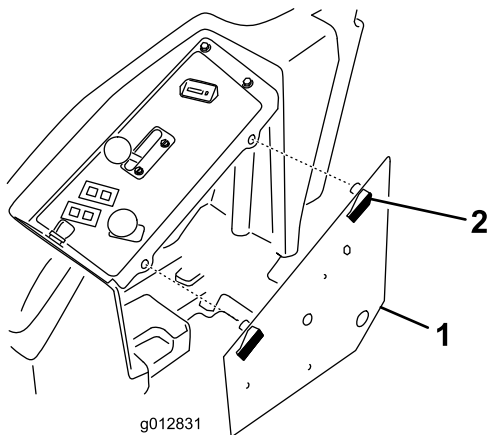

Bild 22
- Entriegeln Sie die Armaturenbrettdeckung und nehmen sie ab (Bild 22).
6. Entriegeln Sie die Armaturenbrettabdeckung und nehmen sie ab (Bild 22).